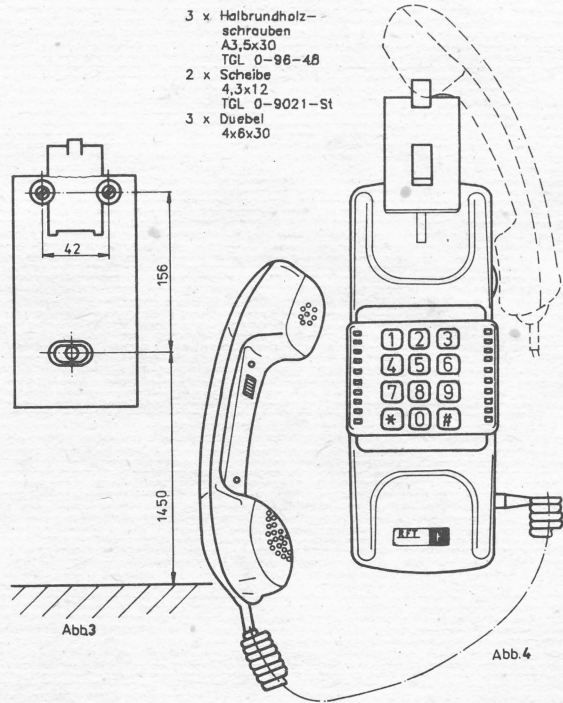

Abb. 4
- 11) In Abb. 4 ist die uebliche Wartestellung des Handapparates dargestellt. (Strichlinie)